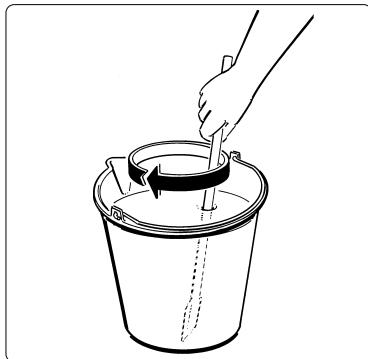

Fig. 3
- Diluire e miscelare, in un recipiente a parte, il prodotto con acqua secondo le indicazioni del produttore (vedi fig. 3).